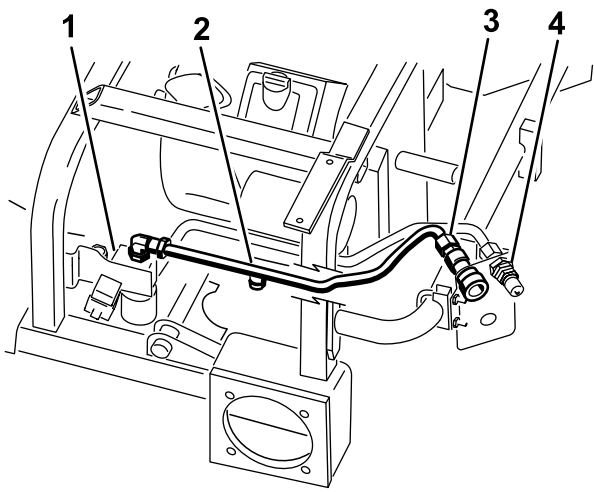

图 15
- 将 2 号液压管线放入机器如 图 15 所示。
- 将 2 号液压管线安装到 90 度弯头和新阀门的顶部 图 15。
- 将 2 号液压管线安装到上阴联接器 图 15。